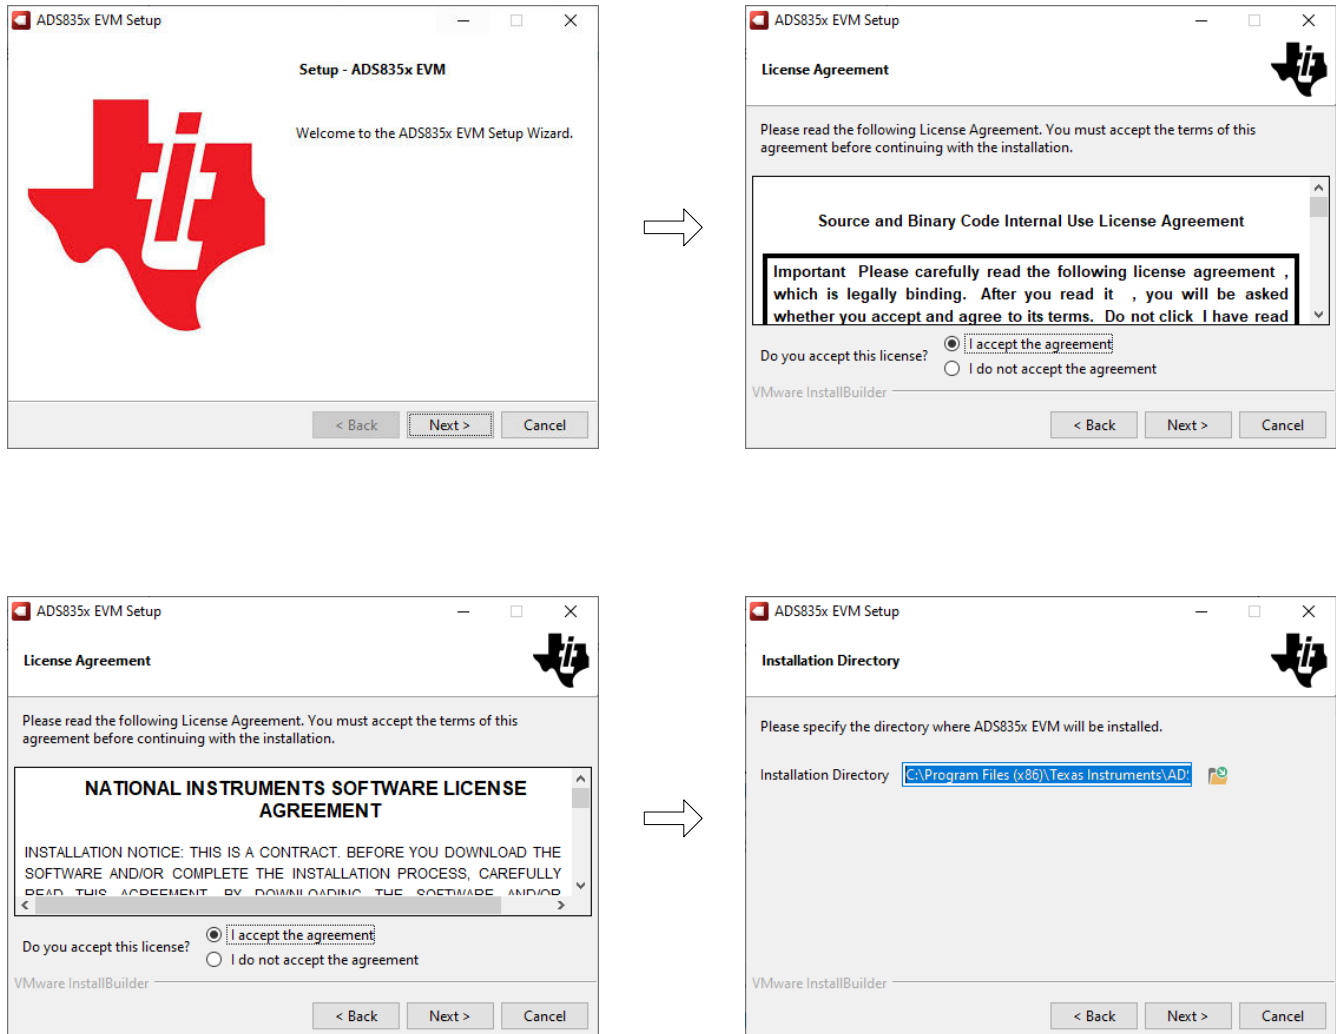

图 5-2. ADS835x EVM 软件安装提示
2. 接受许可协议 (图 5-2)，并按照屏幕说明进行操作，以完成安装。